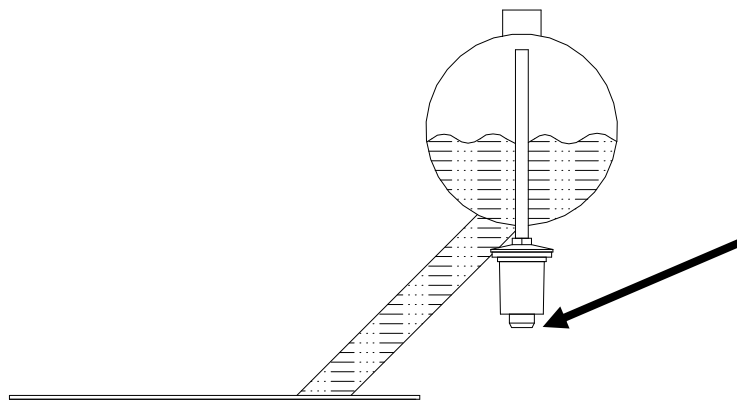

figura 2
- 9) Para la instalación del desecador, purgar el tubo de descarga correspondiente (véase figura 2), dado que es posible que se llene de aceite durante el transporte o eventuales desplazamientos o ubicaciones. Para realizar esta operación basta con quitar el tapón hembra de ½" ubicado en la parte inferior del conservador y una vez finalizada dicha operación, instalar el desecador. Antes de comenzar este procedimiento, se aconseja colocar debajo del tapón que se desenroscará, un recipiente para recoger el eventual aceite.